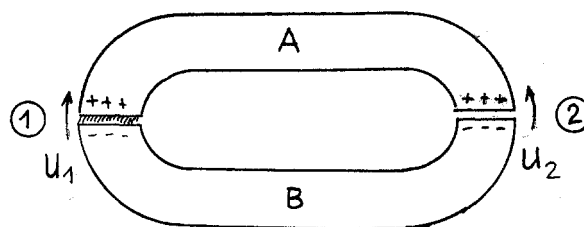

Abb. 2.7: Schematische Darstellung zur Erläuterung der Kontaktspannung.
Aus einer freien Metalloberfläche können Elektronen nur unter Energieaufwand austreten. Diese sog. **Austrittsarbeit** ist von Metall zu Metall verschieden. Bringt man nun zwei verschiedene Metalle A und B durch Verlöten oder Verschweißen in innigen Kontakt (in Abb. 2.7 z.b. bei (1)), so gehen einige Elektronen vom Metall mit der kleineren Austrittsarbeit in das mit der größeren über (z.b. von A nach B), so dass es an der Kontaktstelle aufgrund der Ladungstrennung zur Ausbildung einer Potentialdifferenz - der sog. **Kontaktspannung** - kommt. Die typische Größe der Kontaktspannung beträgt etwa 1 V.